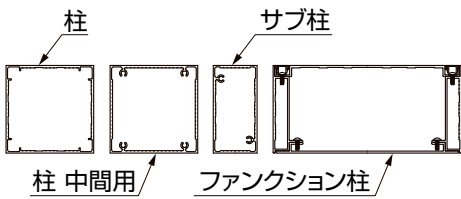

図1-1 柱断面図
- 中間柱には向きがあります。(図1-1参照)間違えた場合、フレームに接続できません。